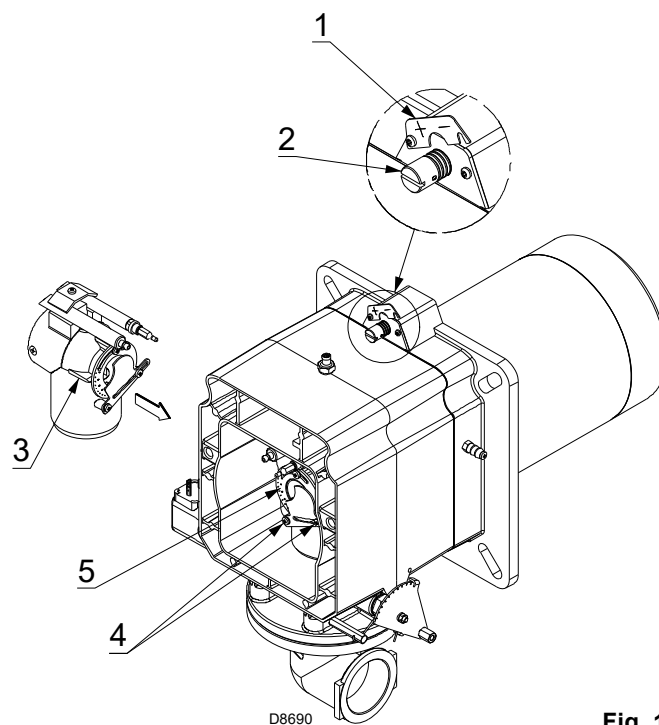

Fig. 14
Para facilitar a regulação, aliviar o parafuso 6)(Fig. 14), regular e depois bloquear.
- Aliviar o parafuso 1)(Fig. 14) e rodar o disco 2) até que coincida a marca encontrada com o índice 3).